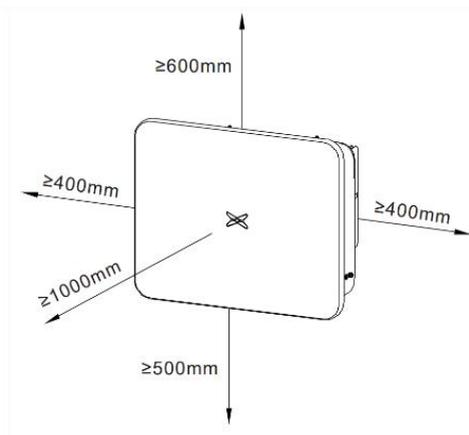

图 4.4 逆变器安装间距
(2) 安装地点周围有足够的预留空间，便于逆变器拆装与空气对流。如图 4.4 所示：